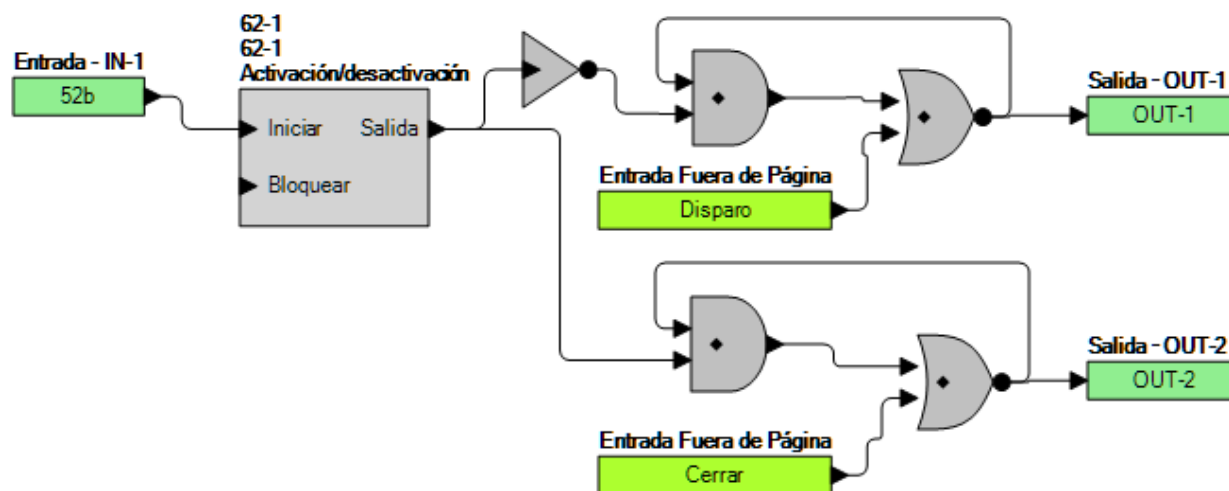

Figura 10-25. Diagrama de la lógica de sellado de la salida de contacto
Para evitar que los contactos del relevador de salida se abran prematuramente, se puede fijar un cronómetro de retención (4 a 2000 ms) con Figura 10-25 BESTCOMSPlus. Si lo desea, la lógica de sellado con comentarios de la lógica de posición del cortacircuitos puede proporcionar esta función, modificando la lógica de la salida de disparo. Para lograr esto, utilice uno de los cronómetros para fines generales (62) y configúrelo en el Modo de activación/desactivación. Configure la lógica del cronómetro de manera que se inicie con la entrada de la posición del cortacircuitos y configure el cronómetro para activación de 2 ciclos y desactivación de 2 ciclos. Lo mismo se puede hacer para la salida de cierre. Figura 10-25 proporciona un diagrama lógico de sellado.